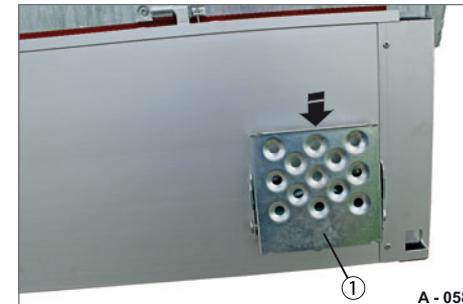

Abb. 73 Klaptritt, zugeklappt
- ▶ Klappen Sie die Trittstufe (Abb. 73/1) nach oben und schieben Sie diese nach unten.